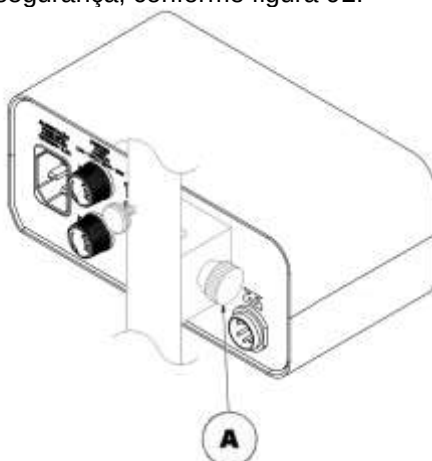

Figura 92 – Fixação da balança LC5
2. Encaixe o mancal da balança no suporte para balança, localizado no suporte para monitor e aperte o knob (A) até fixá-lo com segurança, conforme figura 92.